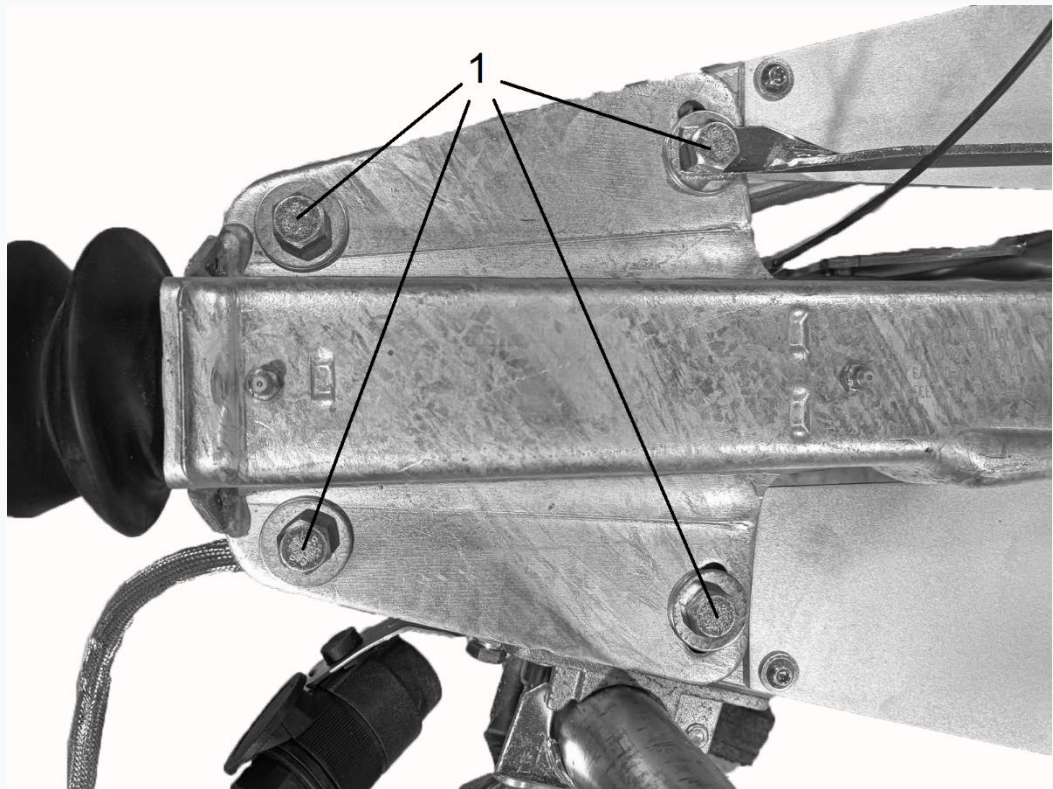

Рис. 5.6 (1 – болт)
- відкрутити чотири болти (1) (рис. 5.6);